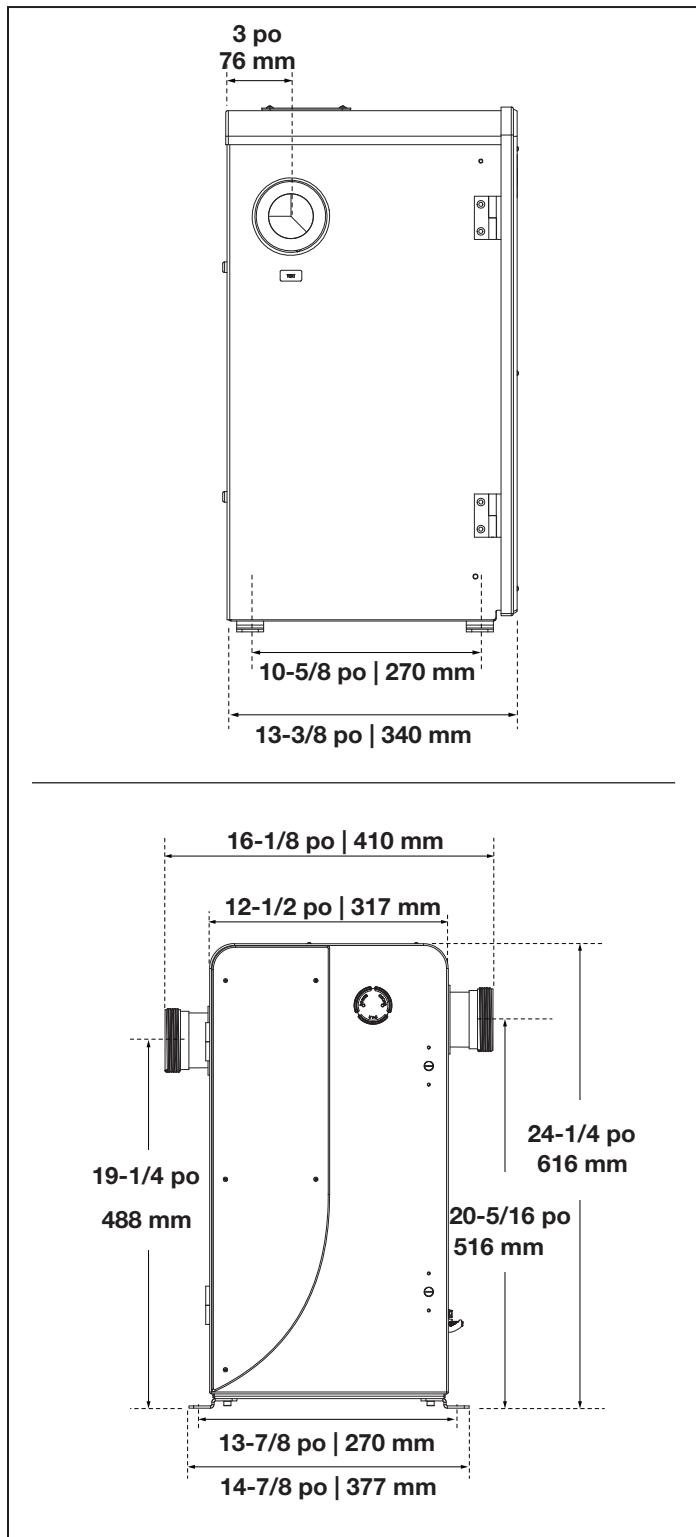
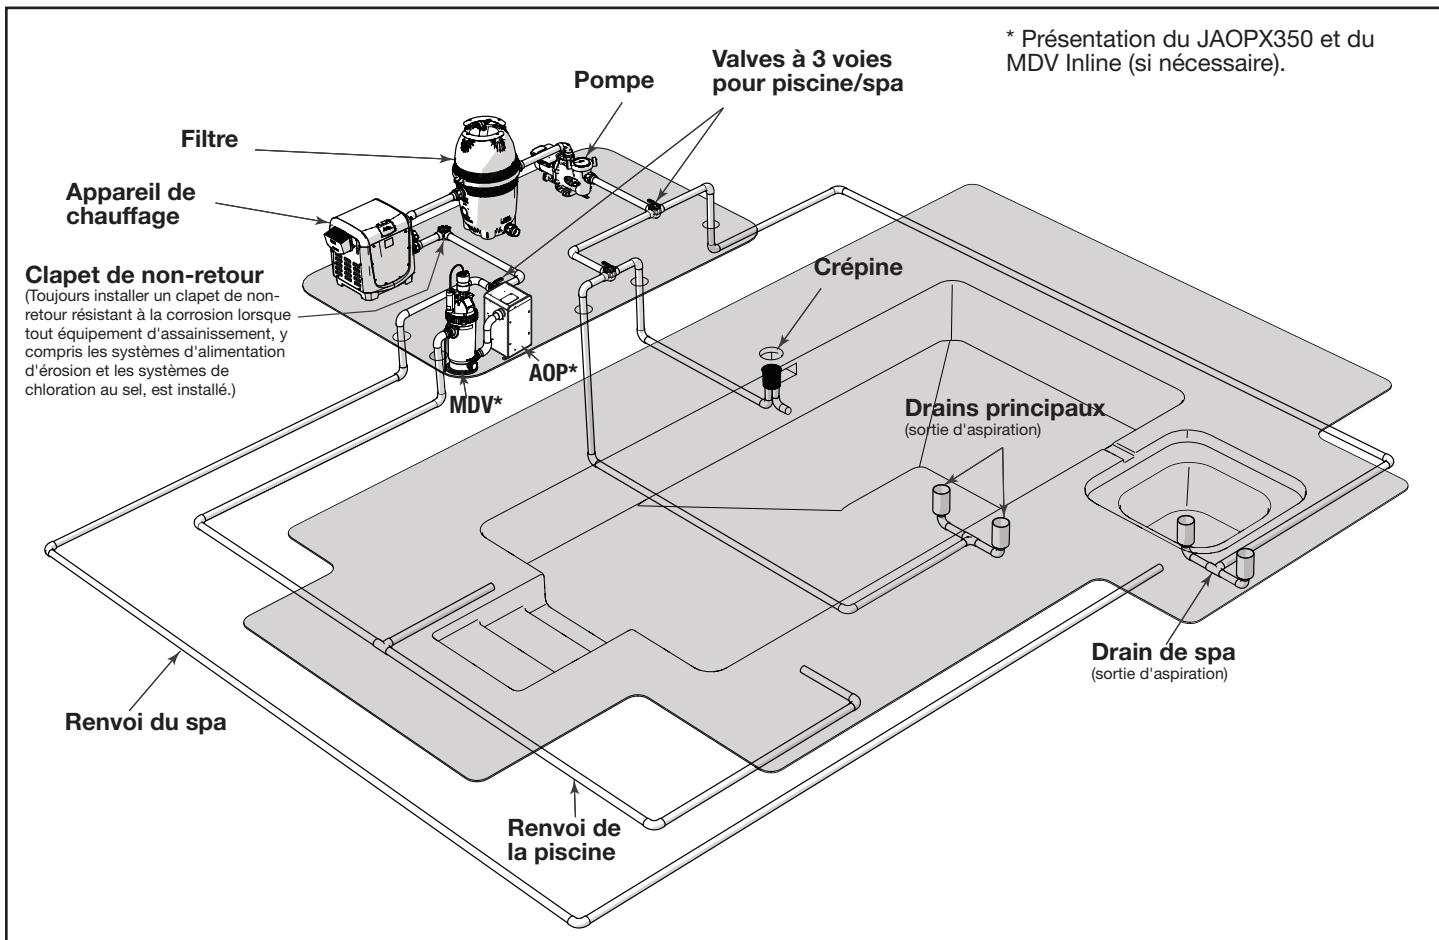

Figure 2. Dimensions pour l'installation des systèmes JAOPX200 et JAOPX350
Figure 4. Emplacement typique de Jandy AOP dans la tuyauterie de la piscine
- Utiliser les raccords de raccordement fournis pour connecter l'entrée et la sortie du Jandy AOP à la plomberie de la piscine, comme indiqué sur la Figure 4.
- Pour l'installation avec des désinfectants et des nettoyants de piscine supplémentaires, voir la section 7.1, Annexe A : *Jandy Installation du système AOP X Series — Plomberie du système*. La Figure 2 montre les dimensions connexes. La Figure 4 montre un schéma de plomberie typique.